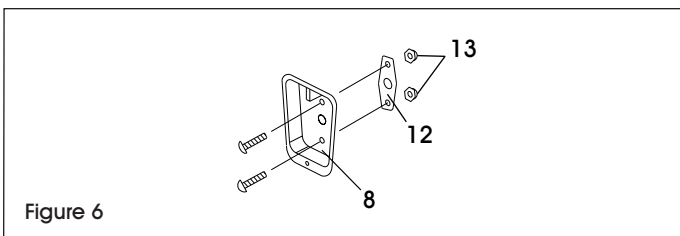

Figure 6
- Fixez la plaque de finition (12) à la poignée encastrée (8) à l'aide de deux boulons et écrous borgnes bombés (13). (Voir Figure 6)